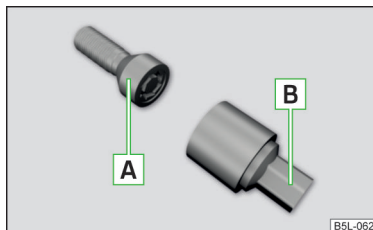

Fig. 341
Los tornillos de rueda antirrobo protegen a las ruedas contra robos. Se pueden **soltar/apretar** solamente con el suplemento  » fig. 341.
- ▶ Introduzca la llave de rueda hasta el tope sobre el tornillo de rueda. Usar el suplemento para los tornillos de la rueda antirrobo correspondientes » fig. 341 de la pág. 309.